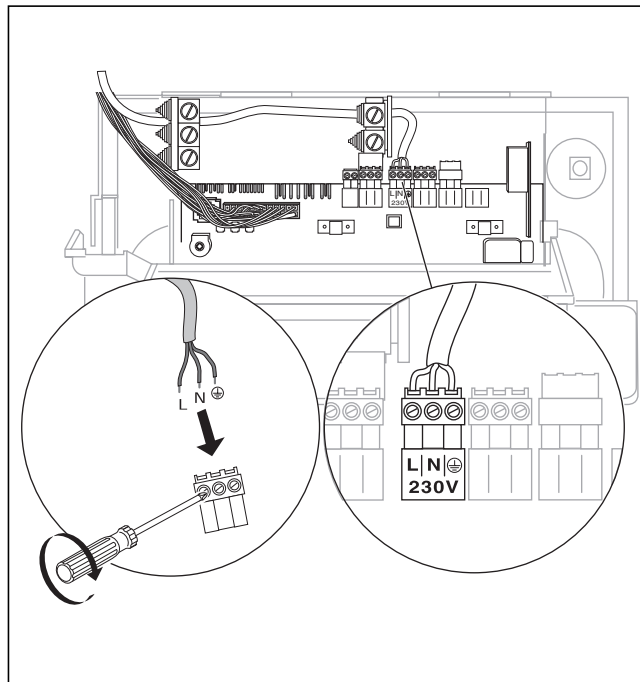

Abb. 4.5 Netzzuleitung anschließen
Die Netzzuleitung und alle weiteren Anschlusskabel (z. B. Heizungspumpe, usw.) können an den jeweils dafür vorgesehenen System Pro E Steckern angeklemmt werden (siehe Abb. 4.5).
- Schließen Sie die Netzzuleitung am Pro E-Stecker (siehe Abb. 4.5 und 4.6) fest an.